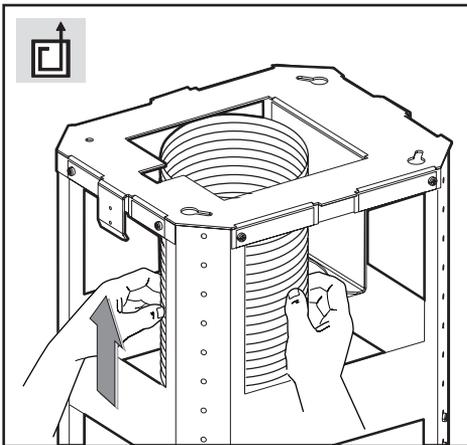

Fig. 7
• **Abluftversion:** Den Abluftschlauch am vorbereiteten Abluftrohr in der Decke befestigen (**Abb.7**).